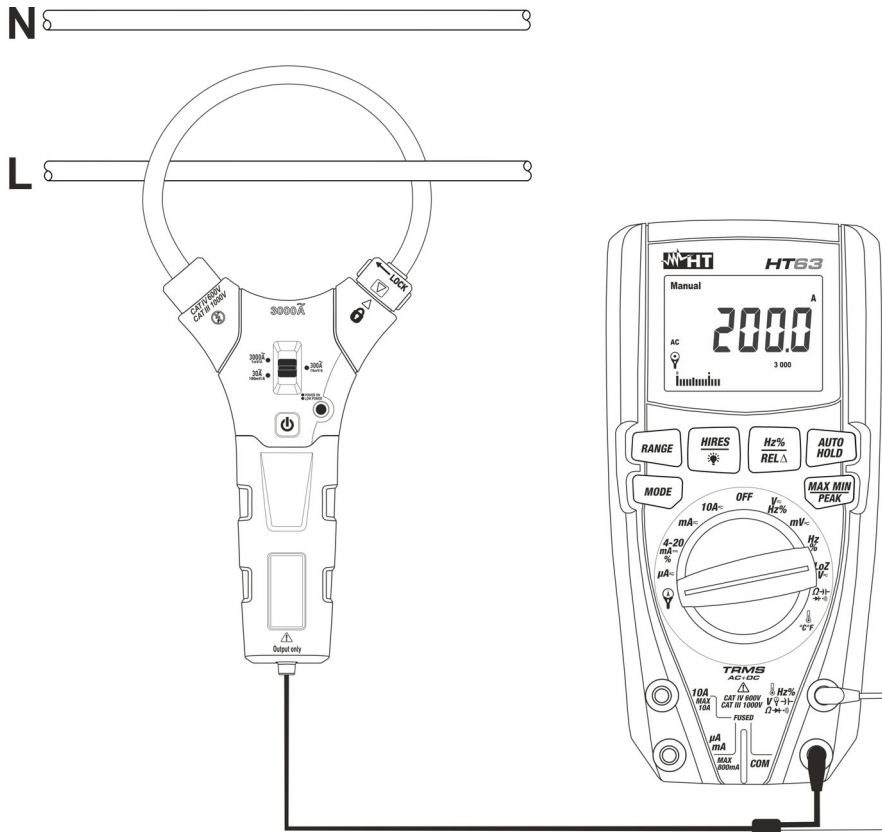

Fig. 12: Uso dello strumento per misura di corrente AC/DC con trasduttore a pinza
5. Inserire il cavo all'interno del toroide (vedere Fig. 12). Il valore della corrente è visualizzato a display